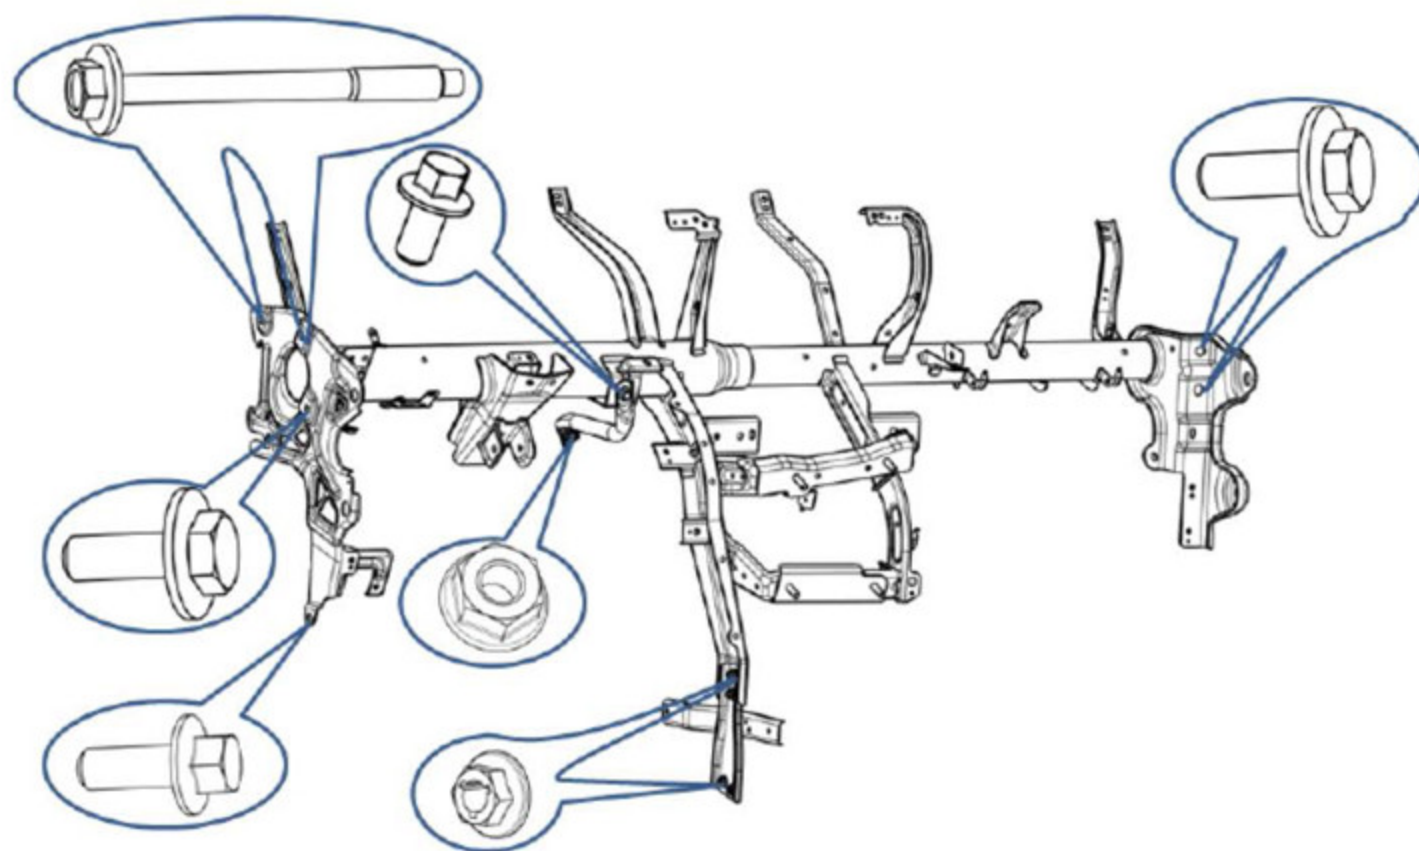

图 1.5.25 管梁焊接总成与车身的安装示意图
(3) 用套筒或电动工具拆除管梁焊接总成与车身的安装点 (图 1.5.25):